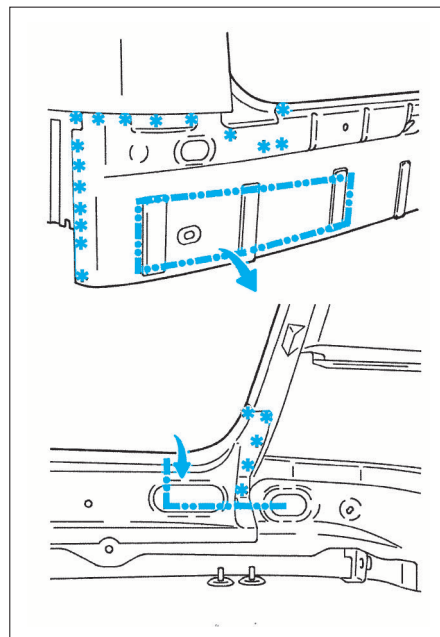

FIG. 83
• Fraiser les points de soudures électrique (de chaque côté) (Fig.83).